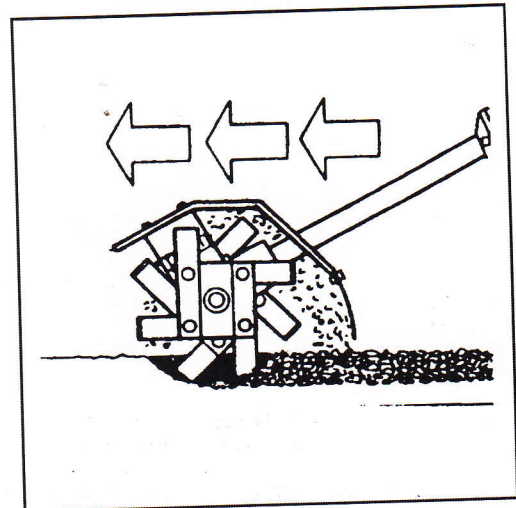
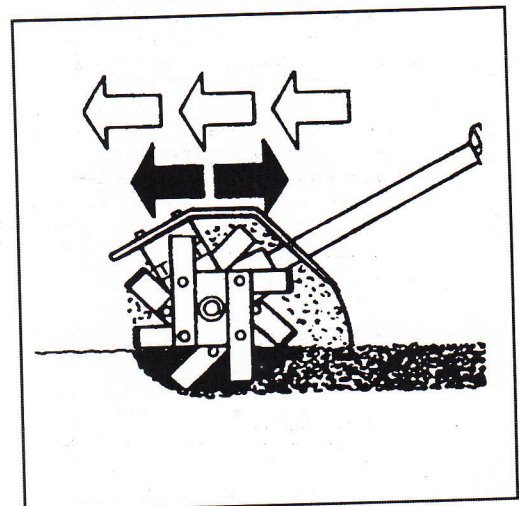

Fig. 5
Fig. 6
- For a light tilling, move the cultivator quickly over the ground (Fig. 5). On the other hand, if you want to till deeply, walk very slowly and stay longer over the same point, moving the machine forward and backwards (Fig. 6).
- Pour un binage léger déplacer la bineuse rapidement sur le sol (Fig. 5). A l'inverse, si vous désirez faire un binage profond déplacer lentement la bineuse d'avant en arrière sur l'entroit à biner (Fig. 6).
- Um weniger tief zu fräsen, das Gerät schneller über den Boden führen (Abb. 5). Soll hingegen tiefer gefräst werden, gehen Sie langsamer und arbeiten mehrfach auf der gleichen Stellen, indem Sie die Fräse vor- und rückwärts führen (Abb. 6).